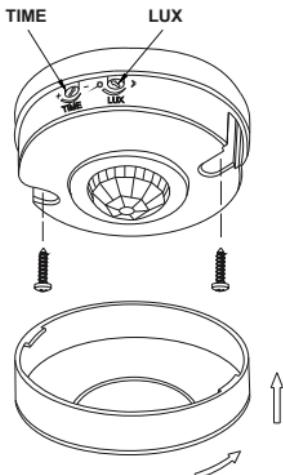
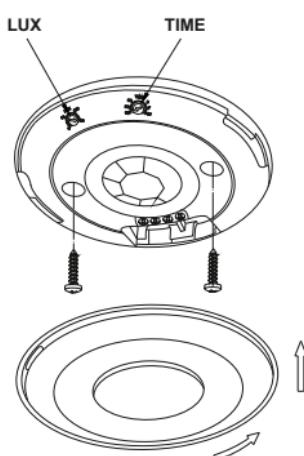

Рисунок 11 – Датчик движения ДД 025, ДД 027
Рисунок 12 – Датчик движения ДД 026
– повернуть против часовой стрелки защитную крышку датчика. Снять крышку (рисунок 11, рисунок 12);